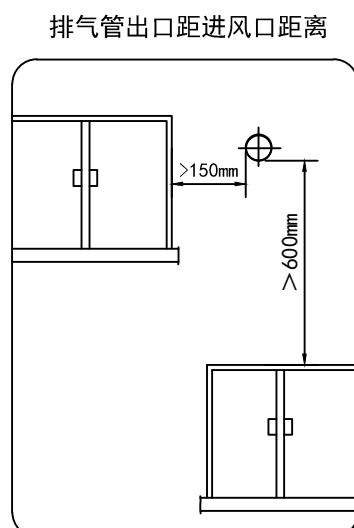

图10
■ 排烟管出口必须设置在室外。热水器使用时，排气管出口可能有冷凝水滴落，安装时应注意不要影响他人。排气管出口距周围物体的间距（如图10、11）所示。